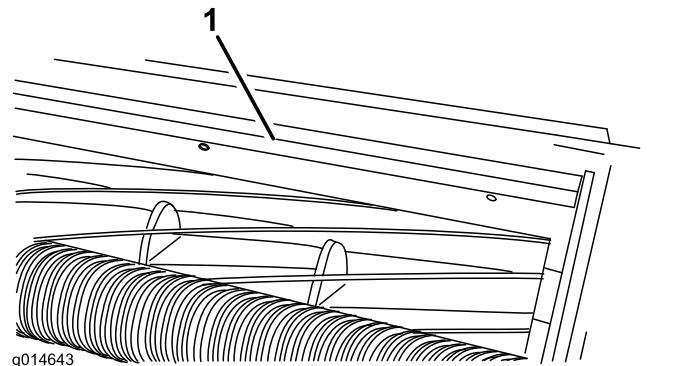

Bild 20
1. Lockern Sie die Schrauben, mit denen die obere Leiste an der Schneideinheit befestigt ist (Bild 20).